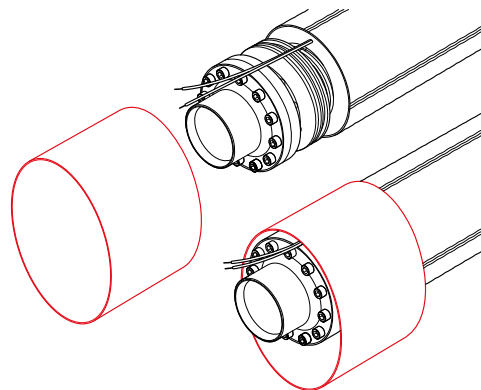

Рис. 4.9.2
2. Удалить защитную оболочку с термоусаживаемого рукава. Надвинуть рукав на защищаемую область (рис. 4.9.2). Рукав должен полностью закрывать боковую поверхность фитинга.